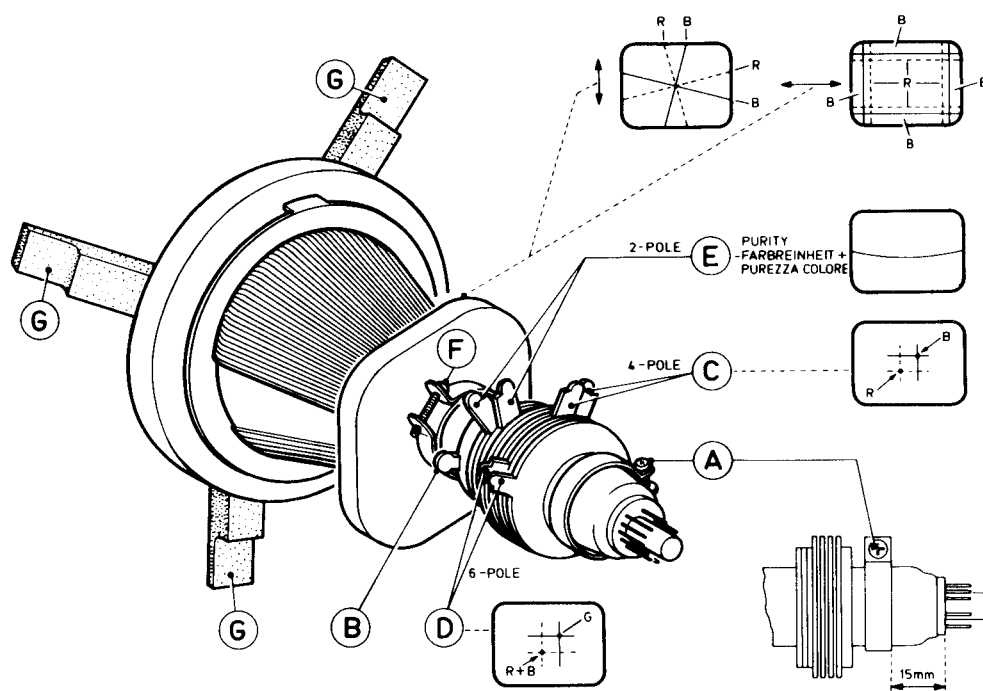

Fig. 4
In andern Fällen - z.b. nach Ersatz der Ablenk-Unit, ist es meistens nicht nötig, die Gummikeilen (G in Abb. 4) zu entfernen.
I. Farbreinheit, siehe Abb. 4
II. Statische Konvergenz, siehe Abb. 4